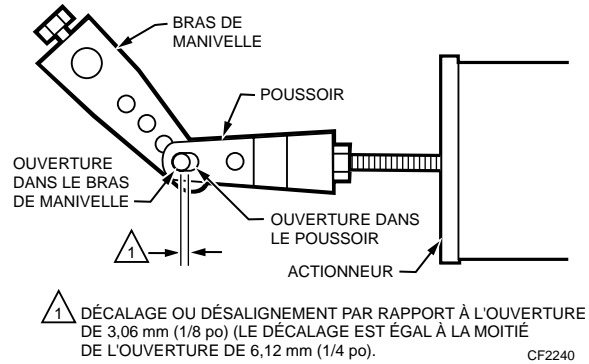

Fig. 18. Installation de la tige filetée.
- c. Ajuster le poussoir pour obtenir un désalignement 3,2 mm (1/8 po) du poussoir à l'ouverture de l'axe d'articulation du bras de manivelle (Fig. 18).